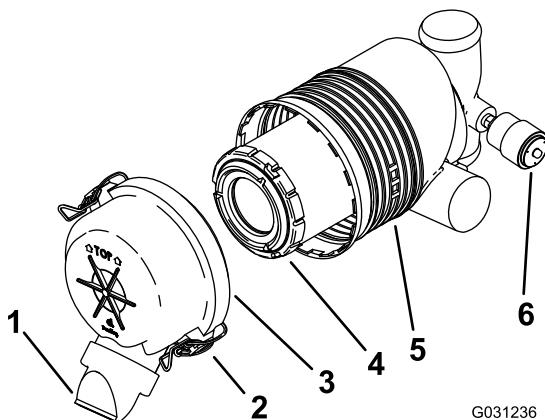

Figura 44
Importante: Revise el filtro del limpiador de aire únicamente cuando el indicador de mantenimiento se ve rojo (Figura 44). El cambiar el filtro antes de que sea necesario sólo aumenta la posibilidad de que entre suciedad en el motor al retirar el filtro.
4. Abra los cierres del limpiador de aire y tire de la tapa de la entrada de aire para separarla del cuerpo del limpiador de aire (Figura 44).
- Extraiga con cuidado el filtro del cuerpo del limpiador de aire (Figura 44).
- Instale el filtro con cuidado (Figura 44).
- Instale la tapa del limpiador de aire con el lado marcado "TOP" hacia arriba, y fije los cierres (Figura 44).